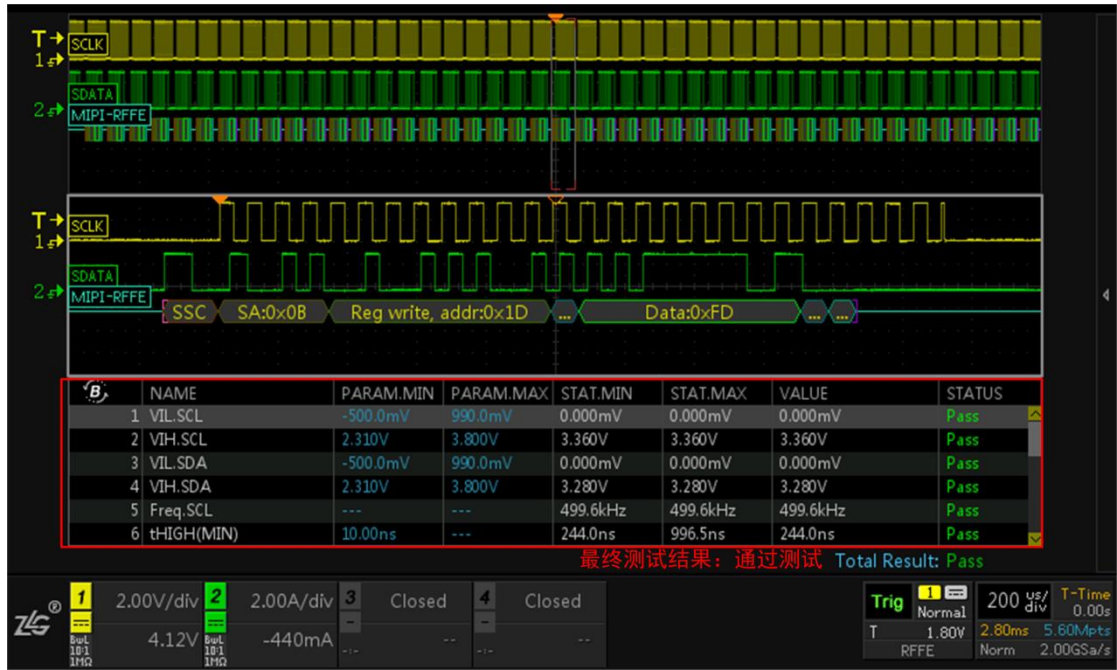

图 2.10 MIPI-RFFE 时序分析测试结果
- 点击面板的“波形缩放”按键，可进入 ZOOM 模式，可将数据的细节进行放大分析，如图 2.10 所示。白色框窗口为可调窗口，缩放窗口的大小可通过水平时基旋钮进行调整。可针对信号的某一个细节进行放大查看分析。